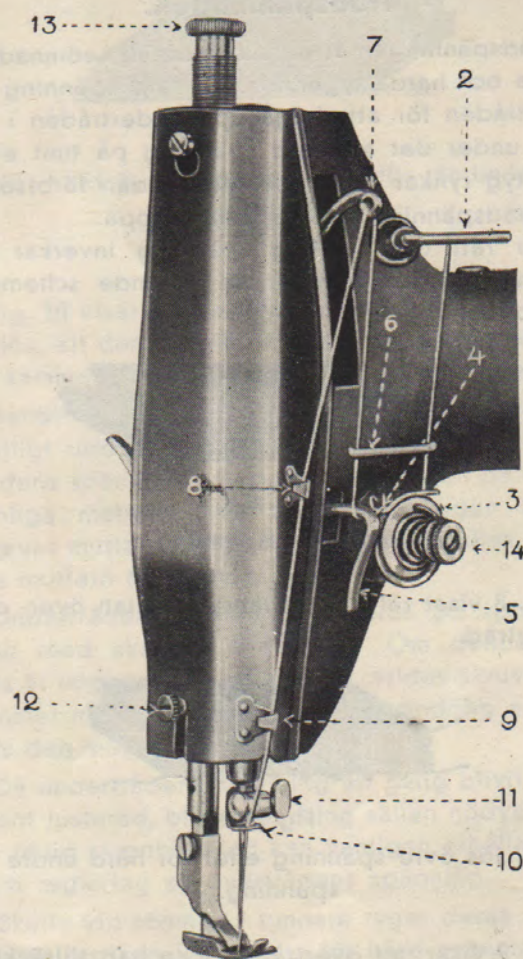

Fig. 7.
Ställ nålstången på sitt högsta läge. Lossa den på nålstångens nedre ända sittande skruven 11 (fig. 7), skjut upp nålcolven i nålstången, tills den bottenar i nålspåret, och se till, att den långa refflan i nålen är vänd mot vänster. Drag därefter till skruven (11).
Från trådrullen ledes tråden genom trådledaren 2 (fig. 7) ned genom det högra hålet, upp genom mittelhålet och ned genom det vänstra. Härifrån ledes tråden från höger in mellan trådspänningsbrickorna 3, över trådregleringsfjädern 4, under trådregulatorn 5, uppåt innanför trådledaren 6, från höger till vänster genom hålet i trådtilldragaren 7, nedåt genom de båda trådledarna 8 och 9, bakifrån in genom trådledaren 10 nederst på nålstången och trädes till sist från vänster till höger genom nålsögat. Trådtilldragaren ställes i sitt högsta läge och ungefär 6 cm, fri trådända drages ut genom nålsögat.
Behövlig ändring av trådspänningen bör om möjligt utföras genom att endast reglera övertrådens spänning. Detta sker med den på fig. 7 synliga muttern (14). Skall spänningen ökas, skruvas muttern åt höger, skall den minskas, skruvas muttern åt vänster.
Pressarfotens tryck mot tyg och transportör regleras medelst en skruvbussning på pressarstangen 13 (fig. 7). Behöver detta tryck ökas, vrides skruvbussningen åt höger, skall trycket minskas vrides den åt motsatt håll.